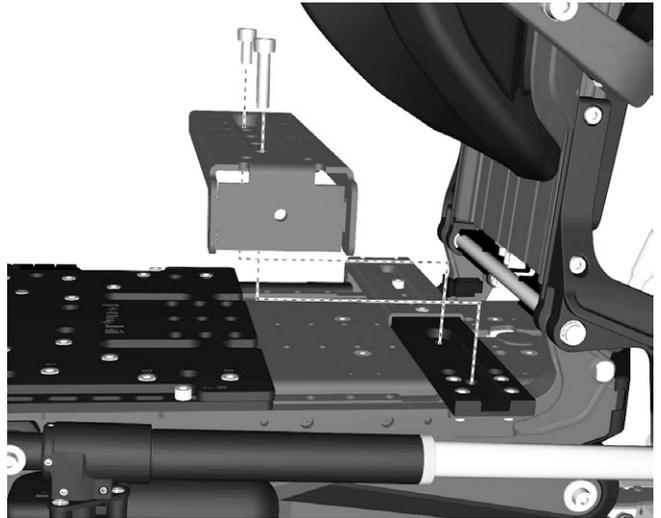

Abbildung 172. Der Halter der UniTrack-Schiene ist mit zwei Schrauben befestigt.
6. Den Halter der hinteren UniTrack-Schiene an der linken Seite des Sitzes, der mit zwei Schrauben befestigt ist, abmontieren. Siehe Abbildung. 172.